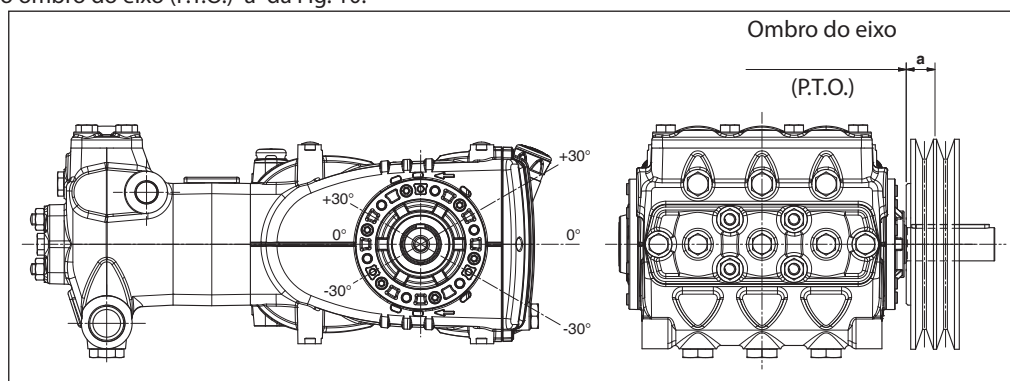

Fig. 10
A carga radial sobre o eixo não deve ser superior a 3000 N (valor necessário para a definição do layout). A transmissão é considerada adequada, se tal carga é aplicada a uma distância máxima de **a=30 mm** do ombro do eixo (P.T.O) conforme indicado na Fig. 10.
- b) Use correias de alto rendimento - por exemplo **XPB** ao invés de **SPB** - pois resultará necessário uma quantidade inferior de correias com a mesma potência transmitida e uma consequente distância inferior do resultante em relação ao ombro do eixo (P.T.O.) "a" da Fig. 10.